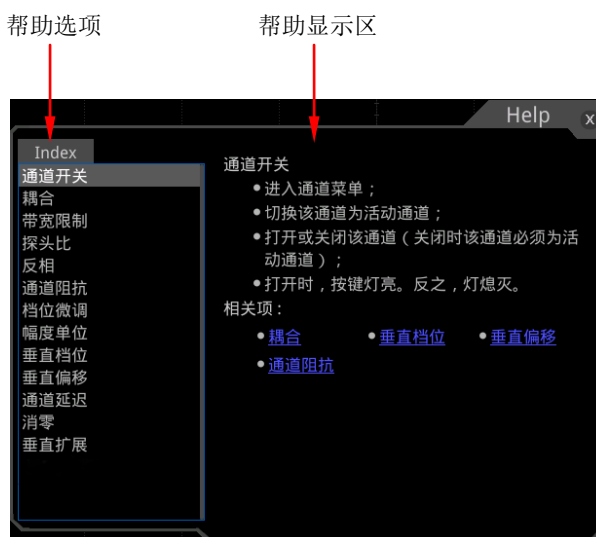

图 1-20 帮助信息
2. 按前面板的 **帮助** 键或点击“帮助”选项，屏幕弹出帮助界面，如图 1-20 所示。帮助界面主要分两部分，左边为“帮助选项”，右边为“帮助显示区”。